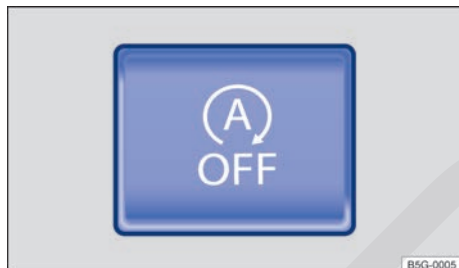

Fig. 138 En la parte inferior de la consola central: tecla del sistema Start-Stop.
- Pulsando dos veces la tecla  situada en la parte inferior de la consola central ⇒ fig. 138.
- Pulse la tecla  en la parte inferior de la consola central ⇒ fig. 138.